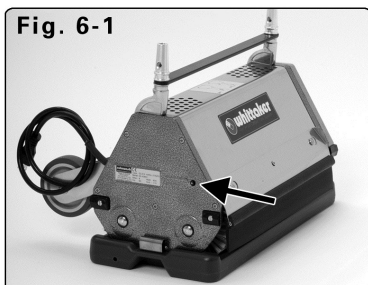

Fig. 6-1
-Espere 30 segundos si la máquina no está caliente. Presione el botón protector de reseteo del motor. Use un objeto pequeño como un lápiz para asegurarse que se presione lo suficientemente adentro. Fig. 6-1